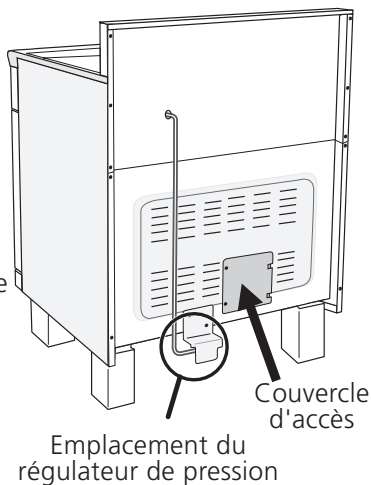

Figure 7 - Cuisinière 30"
1. Enlevez les 3 vis situées à l'extrémité inférieure du couvercle ou du panneau arrière de fils, puis enlevez le couvercle d'accès ou redressez l'extrémité inférieure du couvercle pour atteindre les bornes du bloc de connexion de la cuisinière (voir Figure 7 ou 8).
La ligne d'alimentation doit être munie d'un robinet d'arrêt approuvé (voir Figure 7). Ce robinet doit se trouver dans la même pièce que la cuisinière et à un endroit qui permet de l'ouvrir et de le fermer facilement. Ne bloquez pas l'accès au robinet d'arrêt; il est destiné à ouvrir et à fermer l'alimentation en gaz de l'appareil. Ouvrez le robinet de la ligne d'alimentation en gaz. Attendez quelques minutes pour permettre au gaz de circuler à travers la canalisation de gaz.